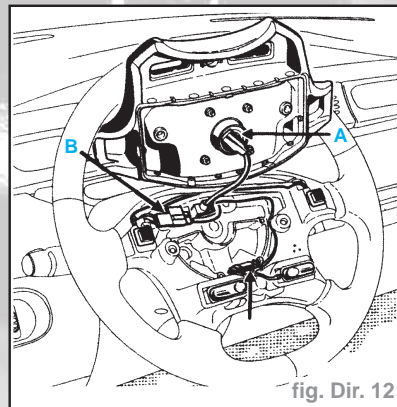
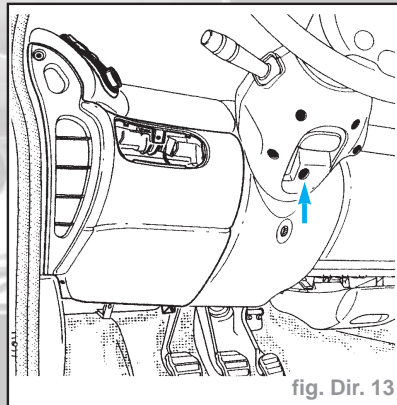

fig. Dir. 12
fig. Dir. 13
- le coussin airbag fixé par deux vis derrière le volant et débrancher son connecteur (A) (fig. Dir. 12),
- le connecteur (B) de l'avertisseur sonore,
- le connecteur (C) du régulateur de vitesse (si équipé),
- les demi-coquilles de volant inférieure et supérieure (fig. Dir. 13),
- le coussin airbag par ses 2 vis situées derrière le volant et débrancher son connecteur **(A)** (fig. Dir. 12),